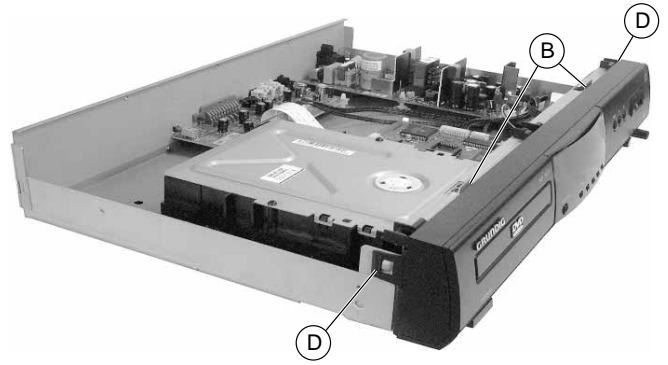

Fig. 2
**Montagehinweis:** Das Gehäuseoberteil muß in die 2 Halterungen (B) eintauchen (Fig. 2).
- Rasthaken (D) (Fig. 2 / 5) lösen und Frontblende abnehmen.
**Note:** When reassembling, the cabinet upper part must fit into the 2 holders (B) (Fig. 2).
- Release the catches (D) (Fig. 2 / 5) and remove the front panel.